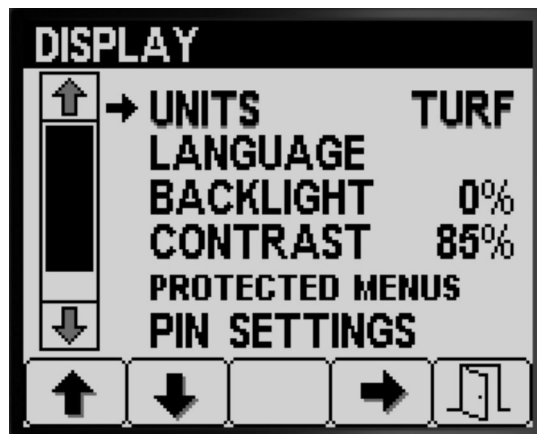

Рисунок 17
1. Нажмите кнопку 1 или 2, чтобы перейти к пункту UNITS (ЕДИНИЦЫ ИЗМЕРЕНИЯ) (Рисунок 17).
2. Нажимайте кнопку 4, чтобы переключаться между единицами измерения ENGLISH (БРИТАНСКИЕ), TURF (ЕДИНИЦЫ ДЛЯ ГАЗОНОВ) и SI (ЕДИНИЦЫ СИ) (Рисунок 17).
3. Нажмите кнопку 5, чтобы сохранить эту настройку, выйти с экрана UNITS (Единицы измерения) и вернуться на экран Settings (Настройки) (Рисунок 17).